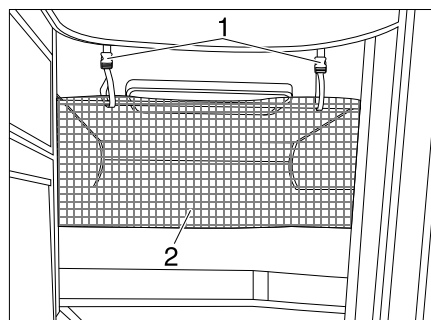

Bild 158 Sicherungsnetz
Das Sicherungsnetz (Bild 158,2) ist serienmäßig zwischen Matratze und Lattenrost verstaут. Das Sicherungsnetz erst aufspannen, wenn sich die Person bereits im Bett befindet.
- Die Haltebänder (Bild 158,1) in die Halterungen an der Decke einrasten.